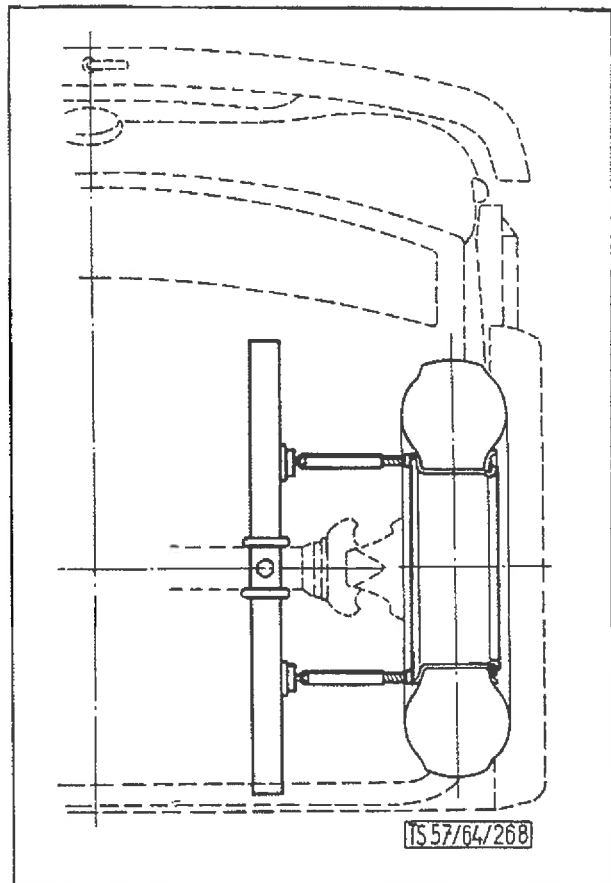

Bild 13: Vorderräder in Geradeausstellung blockieren
- a) Linkes Vorderrad durch den Einbau von zwei Spreizern zwischen Radfulge (hinten und vorn) und Vorderfeder in Geradeausfahrtstellung blockieren. (Bild 13).